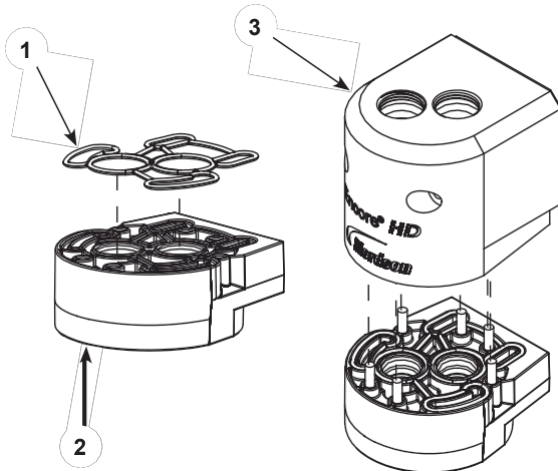

Figura 22 Asamblare Blocul Y inferior la colectorul de purjare
1. A se vedea figura 22. Așezați O-ring-ul personalizat (1) în blocul Y superior (2) așa cum se arată, apoi fixați blocul Y superior pe carcasa colectorului de purjare (3) cu ajutorul feroneriei furnizate.